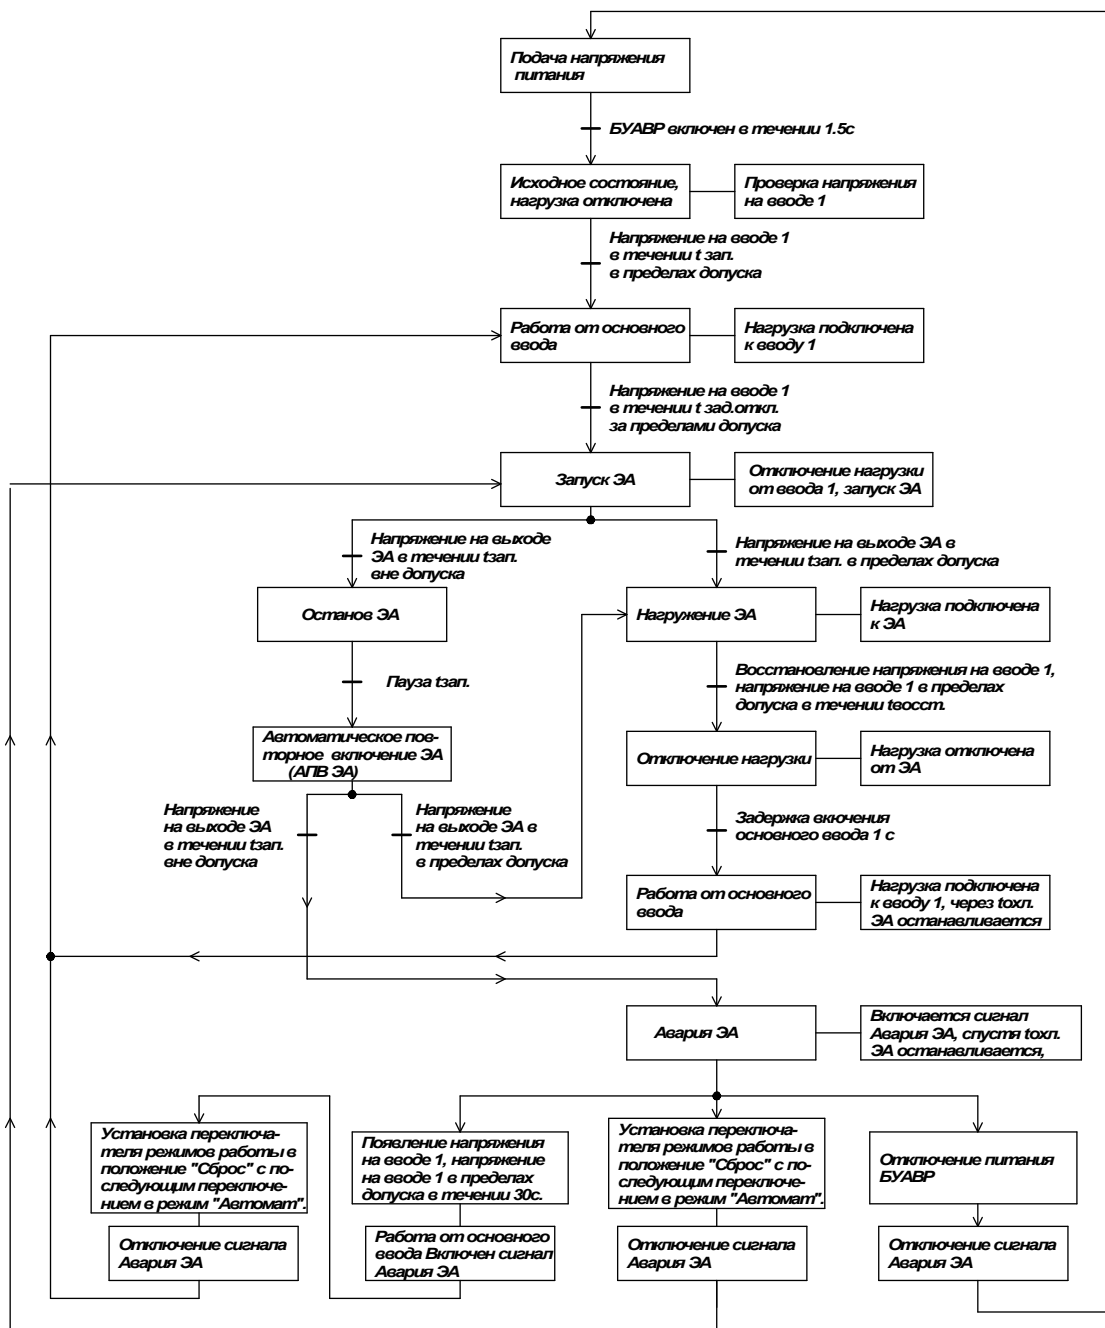

Рис. 3 Алгоритм работы БУАВР в автоматическом режиме
- 4.7.1. При первоначальном включении в автоматическом режиме работы, рис. 3, через 1,5 секунды после подачи напряжения на любой ввод, либо после подачи оперативного питания, БУАВР переходит в рабочее состояние.